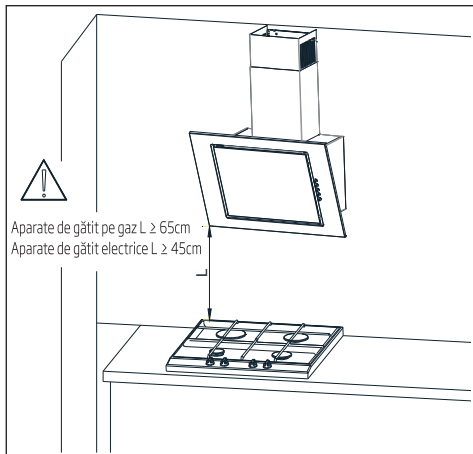
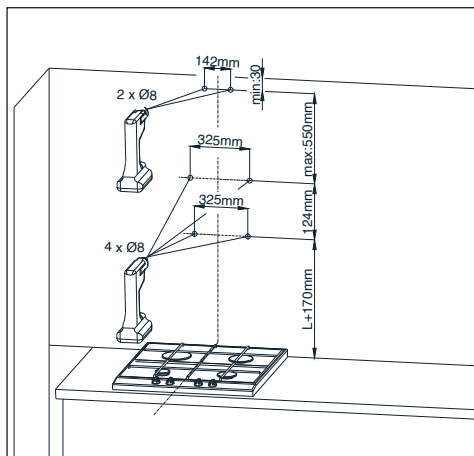
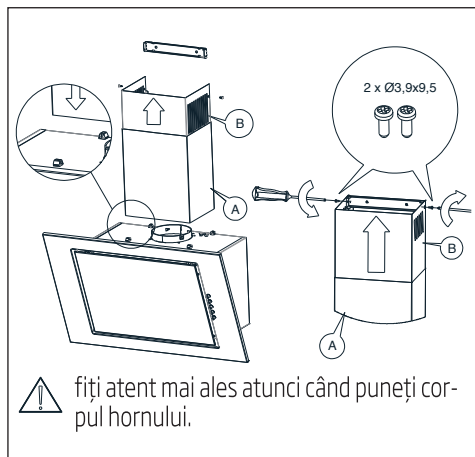

Fig. 3 Distanțe recomandate față de aparatul de gătit
Fig. 4 Dimensiuni de montare
Fig.9 Montajul corpului coșului
Distanța minimă între suprafața de așezare a ustensilelor deasupra zonei de preparare (plită pe gaz, electrică) și partea inferioară a hotei suspendate (Fig.3) trebuie să fie de cel puțin 45 cm pentru plitele electrice și cel puțin 65 cm pentru cele pe gaz. În cazul în care manualul de utilizare al aparatului de preparare prevede o distanță mai mare pentru instalarea hotei, o astfel de distanță mai mare trebuie menținută. Instalarea hotei și a corpului hornului este prezentată în figurile (Fig.4 - Fig. 9). Hota este echipată cu tije de fixare care se potrivesc cu majoritatea pereților și tavanelor. La montare respectați regulile de evacuare a aerului din încăntă.
1. Stabiliți axa aparatului de gătit și proiectați-o pe perete, acolo unde veți monta hota. Marcați toate punctele caracteristice ale fixării hotei. Faceți toate găurile cu burghiul. (Fig. 4)
Puneți corpul hornului pe corpul hotei. Apoi, ridicați ușor partea hotei marcată cu B, până când poate fi înșurubat elementul de fixare atașat anterior pe perete (Fig. 9)